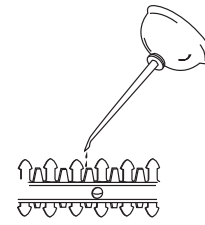

Fig. 6
- Aplique aceite de máquina ligero a lo largo del borde de la correa superior de la cuchilla (Fig. 6).